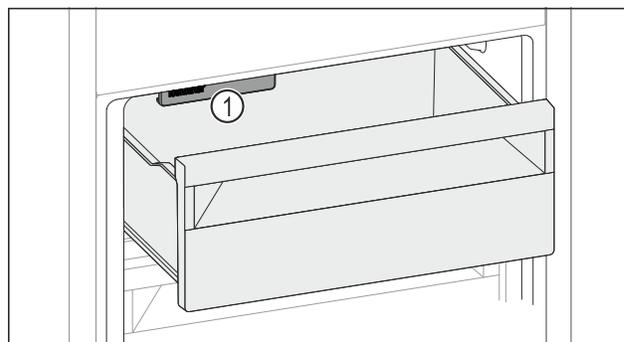

Fig. 144
▶ Tenez compte de l'IceMaker Fig. 144 (1).